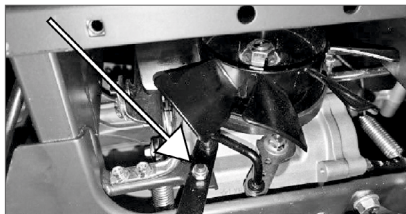

Рис. 6
- Установите скобу механизма свободного хода коробки передач и закрепите двумя гайками М6. (рис.6).